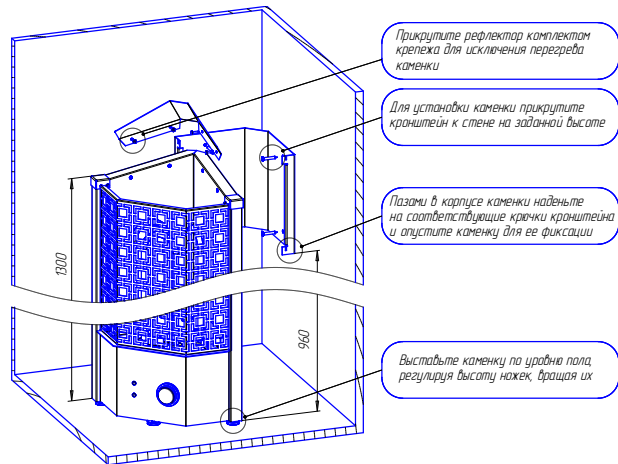

Рис.2 Схема установки
6.4. УСТАНОВКА КАМЕНКИ производится согласно рис1 "Безопасные расстояния". и рис.2 "Схема установки". Кронштейн настенный крепится на стене на теплоустойчивое основание на высоте, указанной на рис. 2. Пазы на кронштейне вдеваются в соответствующие пазы в кожухе каменки, и каменка опускается вниз, для ее фиксации. Ножки каменки регулируются по вылету, для более устойчивого ее расположения. Произведите регулировку каменки по уровню пола, и зафиксируйте ножки контрирующей гайкой, для исключения их раскручивания. Рефлектор устанавливается